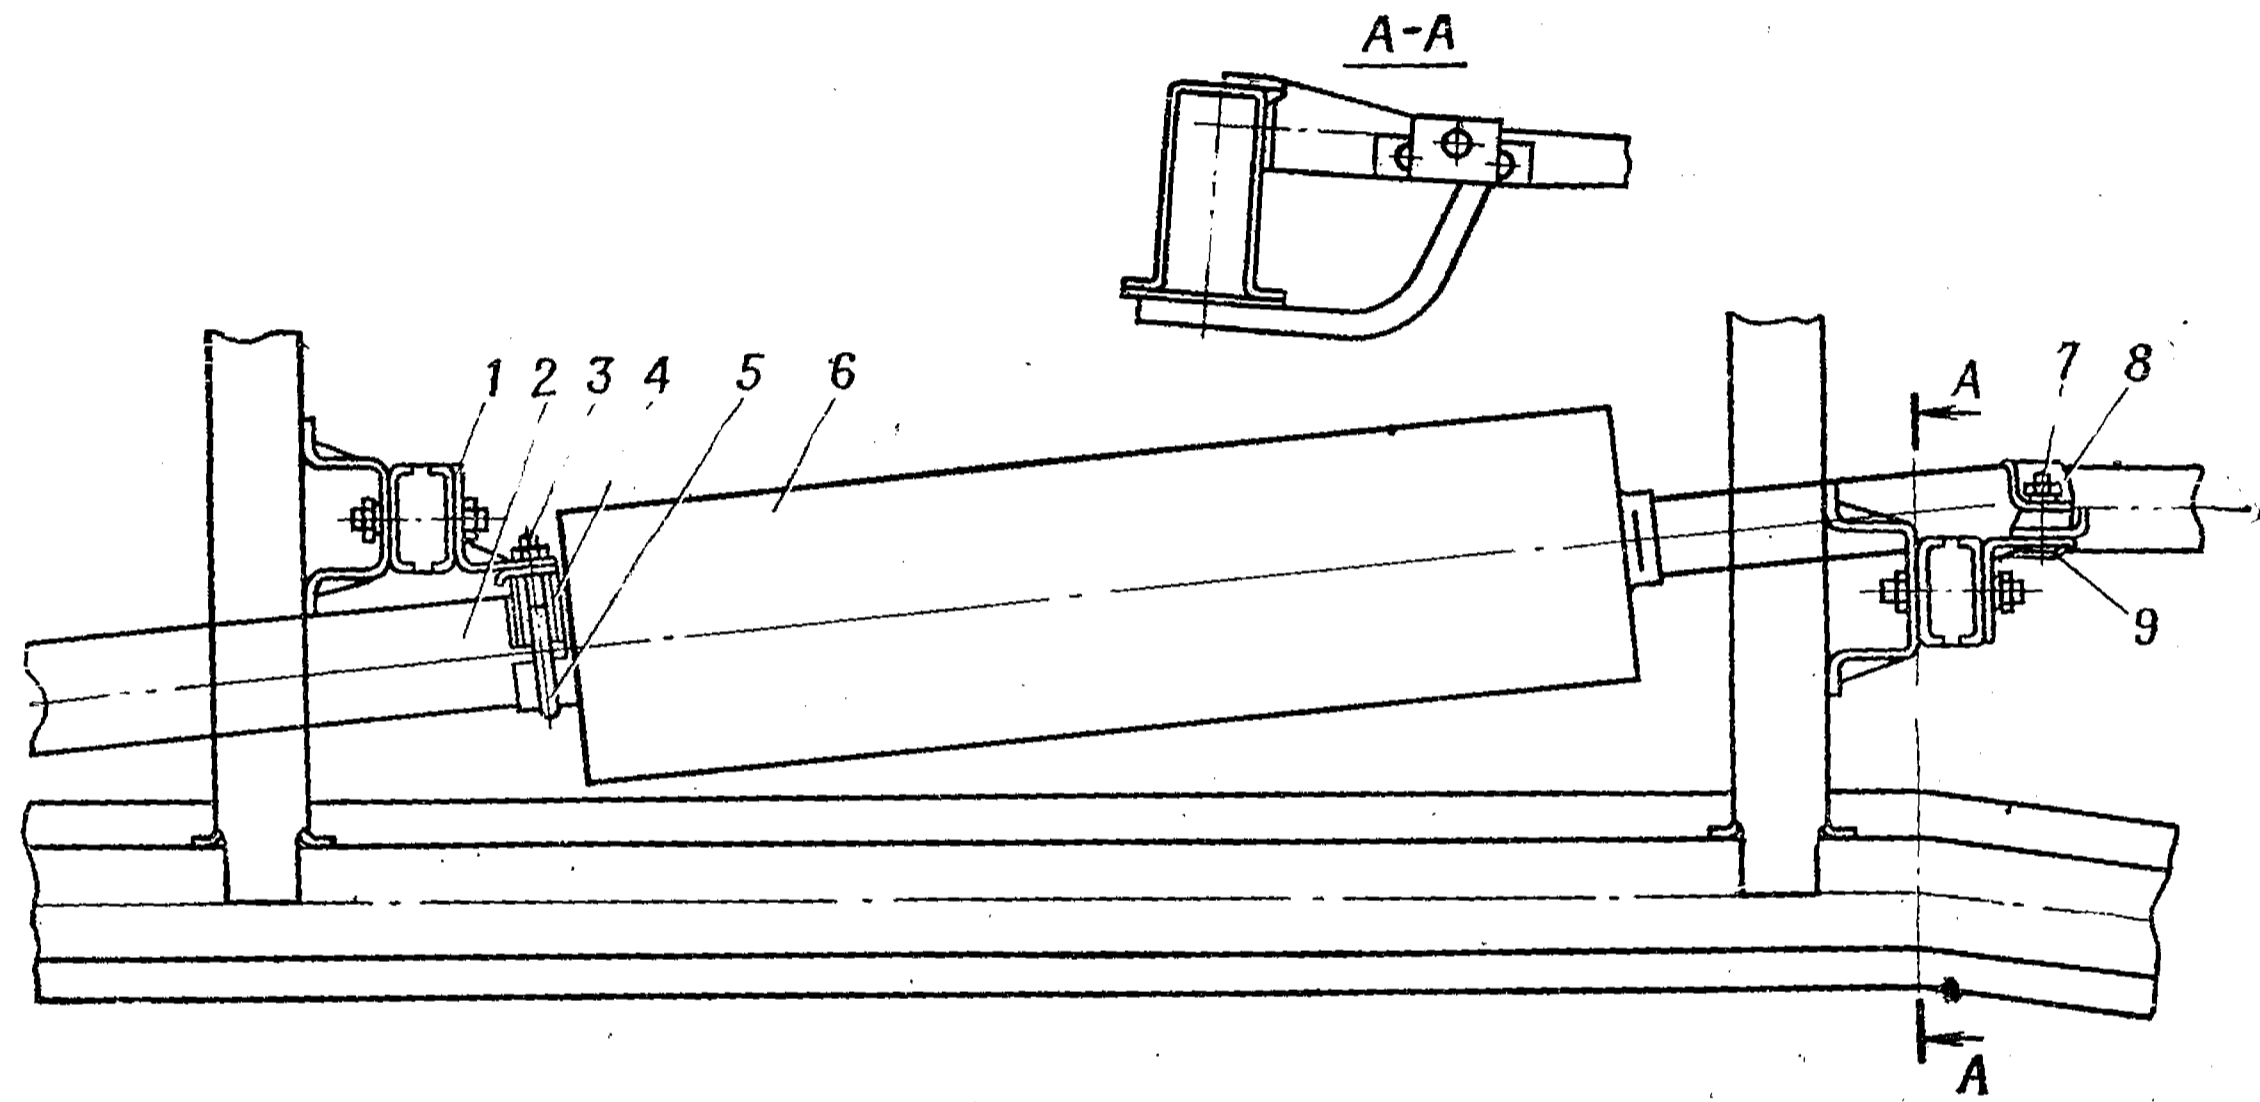

Рис. 27. Крепление глушителя:
5. Отвернуть гайку болта 7 (рис. 27) крепления хомута 8 задней подвески глушителя 6, снять шайбу, вынуть болт 7 и снять хомут 8
13. Установить на конец приемного патрубка глушителя 6 (рис. 27) хомут 4, совместить отверстия хомута и тяги угольника 1, установить в отверстие стремянку 5, навернуть на резьбовые концы стремянки гайки 3 с пружинными шайбами	Ключ 14—17